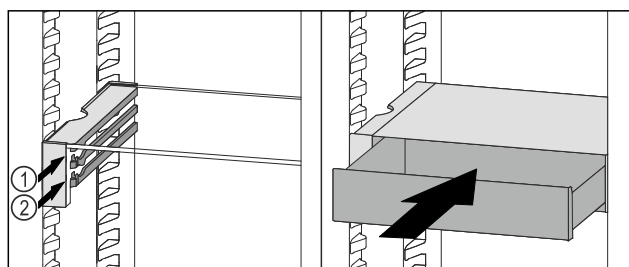

Fig. 61
- ▶ Nasadte zásuvku VarioSafe za zářáčky na požadovaném žebře Fig. 61 (1) nebo Fig. 61 (2).